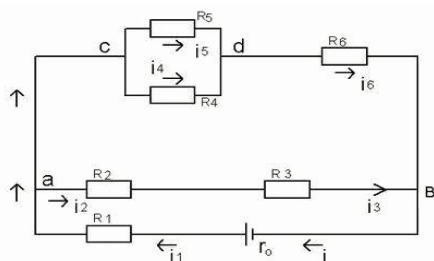

рис. 1
2. В схеме, приведенной на рис. 1, известны параметры источника и резисторов.
Напряжение U_{cd} (схема рис. 1): $U_{cd} = I_{456} \cdot R_{45} = 1 \cdot 20 = 20 \text{ В};$